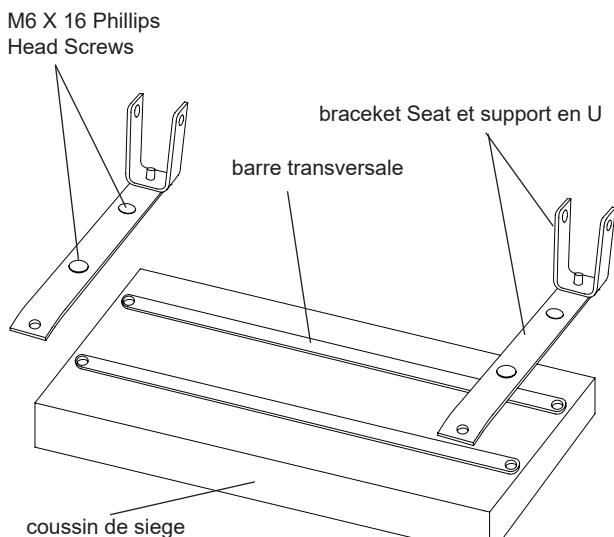

Figure 1 : Installation des supports en U
1. Avec le coussin du siège vers le bas, aligner les trous des traversières avec le siège. Ensuite, aligner les trous du Siège soutien Bars et fixez avec quatre M6 x 16 Vis à tête Phillips. indiqué sur a figure. 1.